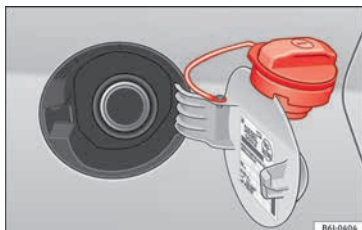

Abb. 51 Tankklappe mit aufgestecktem Tankverschluss.
- Stecken Sie den Tankverschluss in den oberen Teil der Tankklappe » **Abb. 51**.